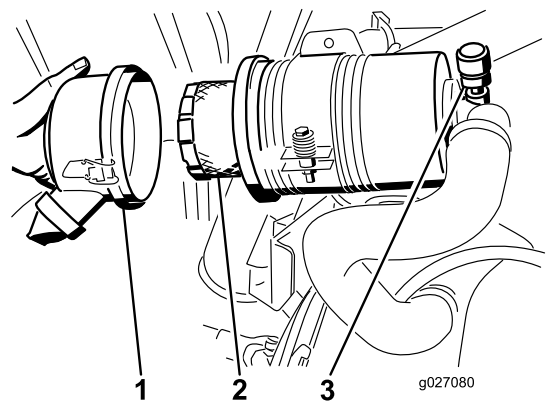

Figura 53
5. Retire e substitua o filtro (Figura 53).